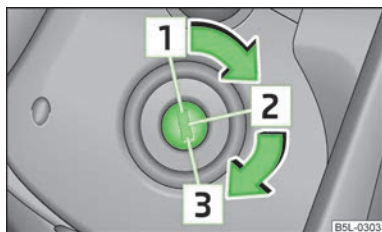

Fig. 95
- Durante la marcha con el motor parado, la llave de encendido ha de estar siempre en la posición 2 » fig. 95 de la página 98 (encendido conectado). Esta posición se indica encendiéndose los testigos de control. Si no es así, podría producirse inesperadamente el bloqueo de la dirección - ¡Peligro de accidente!
- El motor de arranque sólo se deberá accionar (posición de la llave de contacto 3 » fig. 95 de la página 98) si el motor del vehículo está parado. Si se acciona el motor de arranque con el motor en marcha, puede resultar dañado el motor de arranque o el motor del vehículo.
Si la **dirección está bloqueada** y no se puede girar la llave de contacto la posición **2** » fig. 95 o resulta muy difícil, se debe ligeramente el volante hacia los lados para liberar el bloqueo de la dirección.
- Pisar el pedal del embrague a fondo, conectar el encendido **2** » fig. 95 de la página 98 y arrancar **3** - no acelerar. Mantener el pedal de embrague pisado a fondo hasta que el motor arranque.
Parar el motor girando la llave de contacto a la posición **1** » fig. 95 de la página 98.